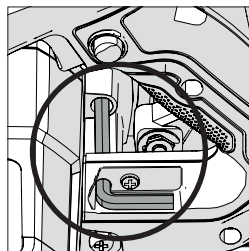

Fig. 1
- Localizați cheia imbus pentru schimbarea discului, care se găsește în compartimentul de depozitare încorporat (poziție similară la toate uneltele). (**Fig. 1**)